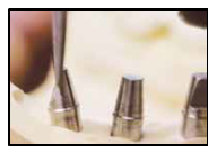

図 5
- (2) 補綴物の装着の為にリジッドラボアナログ（※）の形状を修正する（図 5）。